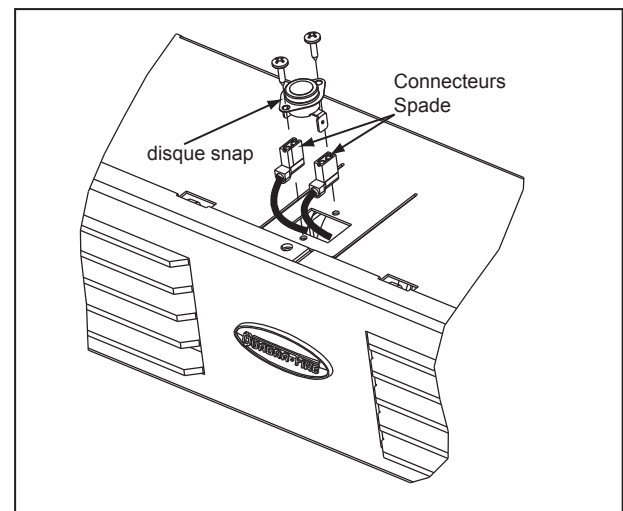

**Figure 23.2** Lieu disque snap
1. L'assemblage du support encliquetage disque est situé sur le dessus du boîtier de la soufflante dans le centre. **Figure 23.2.**